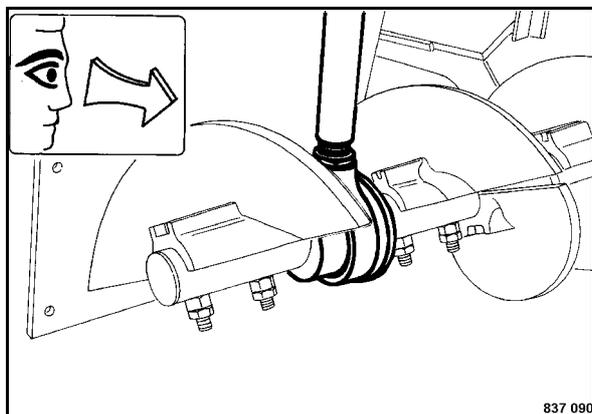

Fig. 193
- Controllare le condizioni delle protezioni dei cuscinetti 1 (Fig. 193), eventualmente sostituirle.